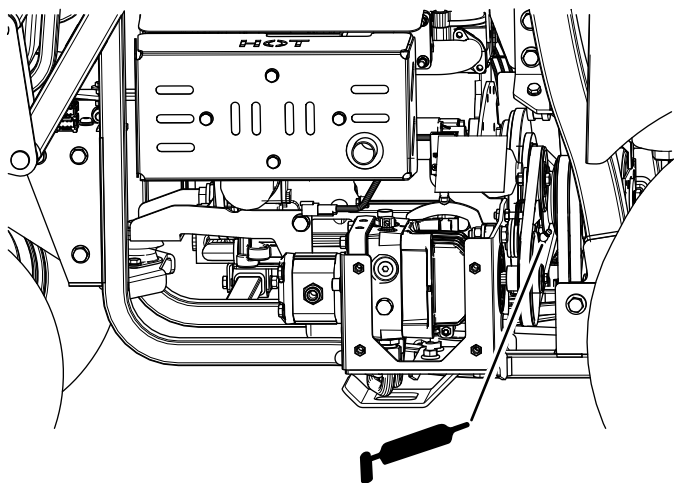

Figure 40
- Déposez le couvercle et graissez le support de la poulie de tension de PDF (Figure 40).